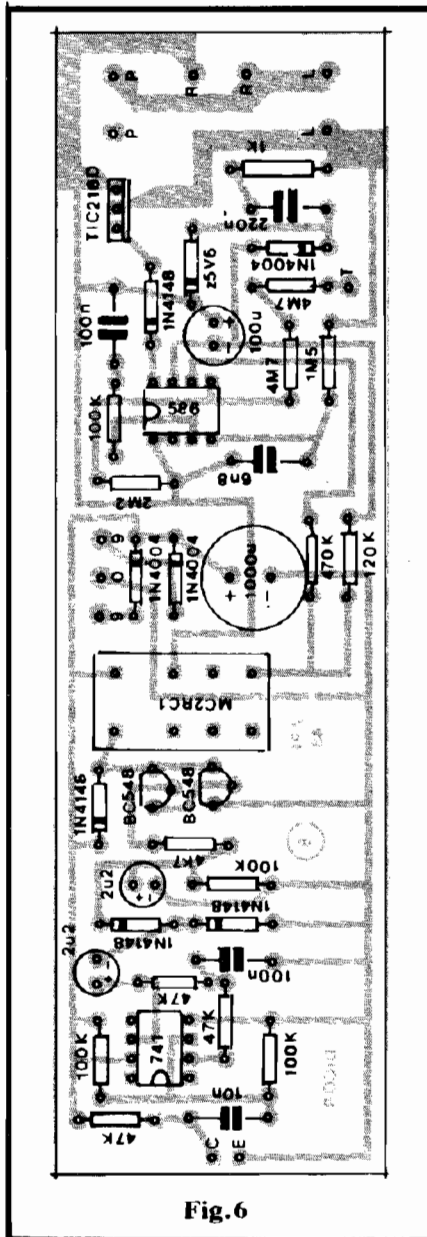

Fig. 6
- FIG. 6 - CHAPEADO DA PLACA "B" - Maior, e com mais componentes, a placa "B" (o lado não cobreado, com as peças, é o mostrado na figura...) exigem um pouco mais de cuidados e atenções. Observar, principalmente, as colocações dos Integrados, referenciadas pelas suas extremidades marcadas (cuidado para não botar o 741 no lugar do SLB0586A e vice-versa...). Os dois BC548 têm sua colocação referenciada pelos seus lados "chatos". O TRIAC deve ficar com sua lapela metálica virada para o interior da placa... Outro ponto importante: todos os diodos - inclusive o zener - têm posição única e certa para inserção/ligação à placa... A referência é sempre a cinta ou anel em cor contrastante, junto a uma das extremidades do componente, observem... Os capacitores eletrolíticos também têm terminais polarizados (existem indicações da polaridade no próprio "corpo" do componente, e como adendo, a "perna" positiva é sempre a mais longa...), cujas posições devem ser respeitadas... Resistores e capacitores comuns precisam apenas ser corretamente identificados quanto aos seus reais valores... O relê, pela "as-